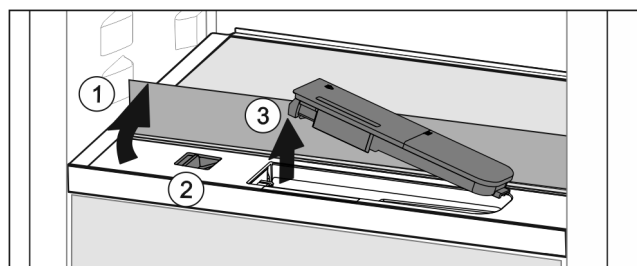

Fig. 43
- ▶ Sollevare il ripiano di vetro e ribaltarlo all'indietro fino all'arresto Fig. 43 (1).
- ▶ Spostare il cursore Fig. 43 (2) a sinistra.
- ▶ Rimuovere il serbatoio dell'acqua Fig. 43 (3).